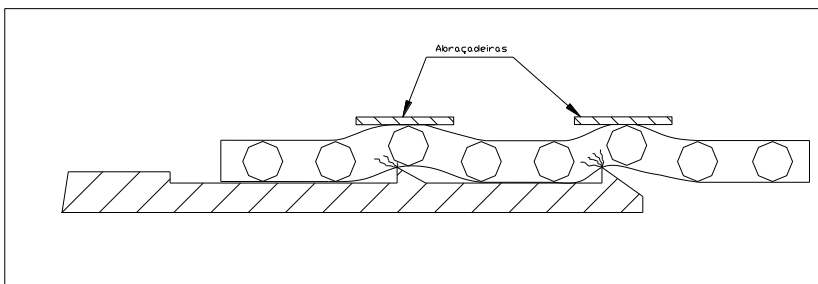

Figura 8
- Abraçadeiras incorretamente posicionadas: situações como esta ou parecidas poderão danificar a mangueira (figura 8).